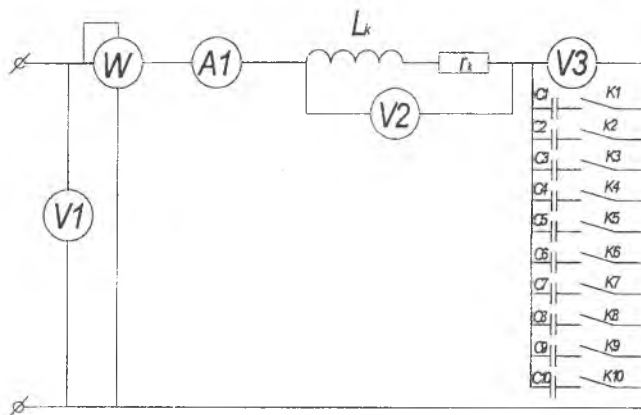

Рис. 4. Схема экспериментальной установки
1. Исследовать электрическую цепь по схеме, представленной на рис. 4.